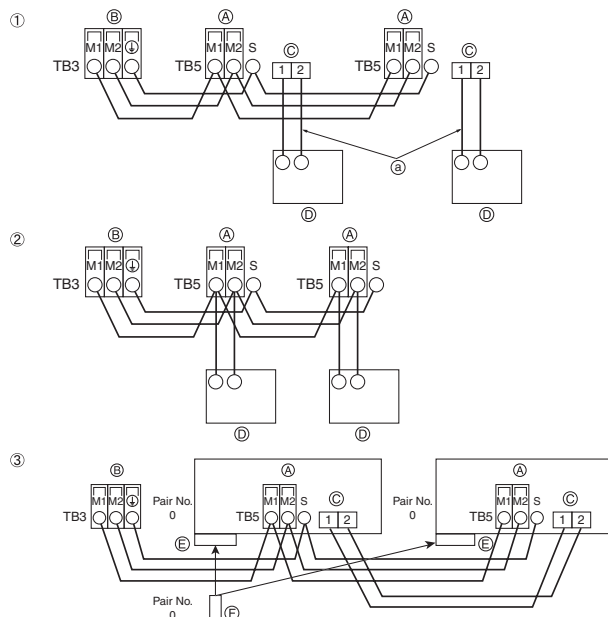

Fig. 5-4
5.4. Anschluss der Fernbedienungs-, Innen- und Außenübertragungskabel (Fig. 5-4)